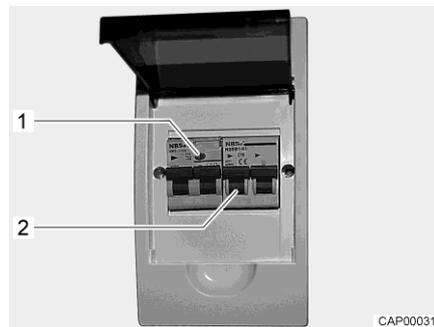

Fig. 74 Scatola dei fusibili a 230 V con interruttore di sicurezza e interruttore automatico FI
Un interruttore di sicurezza per correnti di guasto (interruttore automatico FI) nella scatola dei fusibili protegge l'intero veicolo da correnti di guasto (0,03 A). La rete di bordo a 230 V è protetta da un interruttore di sicurezza collegato in serie (10 A) (Fig. 74,2).
- Se il veicolo è collegato all'alimentazione a 230 V, premere il tasto di controllo (Fig. 74,1). L'interruttore di sicurezza per correnti di guasto deve scattare.